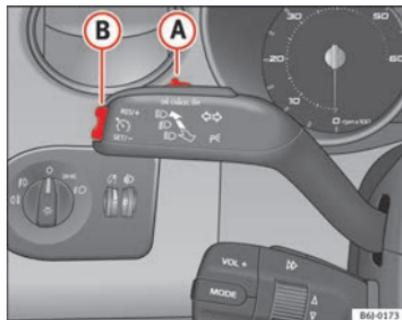

Abb. 110 Blinker- und Fernlichthebel: Schalter und Wippe für die Geschwindigkeitsregelanlage
- Schieben Sie den Schalter ⇒ Abb. 110 **A** nach links auf **ON**.